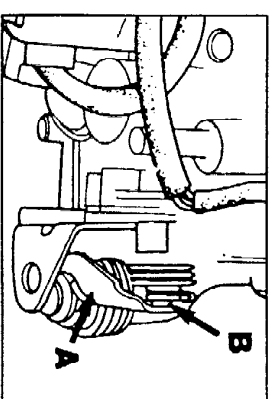

Рис. 9 Рычаг и шток ускорительного насоса
- Убедитесь в том, что рычаг (А, Рис. 9) закреплен напротив штока (В) без зазора.